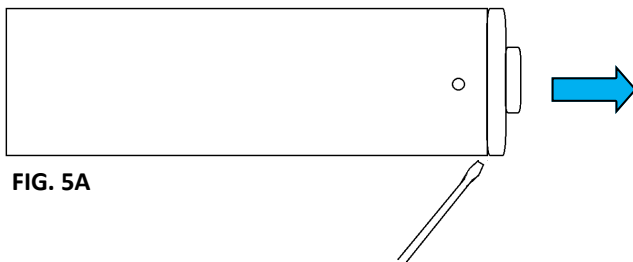

FIG. 5A
- rimuovere il sensore dai fermi e con un cacciavite a taglio imprimere una lieve leva alla placca laterale sfilandola (**FIG. 5A**)